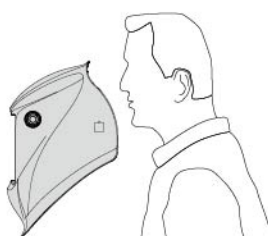

Fig. 11
- Placer hjelmens skal, så indersiden af hjelmen vender mod dit bryst (se fig. 11).